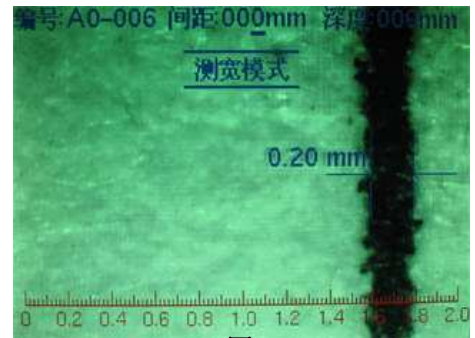

图2
(4) 裂缝捕捉及测量：直接将探头紧靠被测裂缝的两端，即可在液晶显示屏上看到被放大的裂缝，微调探头使裂缝与扫描线垂直交叉，程序将自动捕捉到屏幕中与蓝色扫描基线交叉的裂缝，与裂缝平行的2条蓝色垂线将自动锁定该裂缝2侧的边缘，程序将自动计算并实时显示裂缝的宽度数值（如屏幕中有多条裂缝与蓝色扫描基线交叉，则程序将优先读取靠近屏幕中心的裂缝）。顺裂缝发展方向移动探头，扫描线将实时显示所扫描到的裂缝宽度（如图2）。
(5) 保存：首先通过上下左右按键选择所需的编号，在测量状态按下主机上或探头上的“保存”键，指示灯闪亮表示拍照成功。照片将按设置的编号值命名存储到主机中，同时裂缝编号值自动加1；用户可在主机上浏览所储存的照片或通过随机附带的U S B线下载照片到电脑上。
(6) 浏览存储的照片：通过左右箭头按键选择“图片查看”图标，按“进入”键。所有储存的照片将以缩略图显示，通过上下左右箭头浏览所储存的照片，按“进入”键可放大单张照片到全屏幕显示。按“退出”键回到主界面。
(7) 数据传输：在开机的情况下将主机和电脑通过随机提供的USB线连接。电脑上会自动显示所有存储的照片（按测试编号命名），下载所需照片或对照片进行浏览、编辑、删除。
(8) 仪器校验：该仪器出厂前已经标定好，同时主机带有经过计量认证部门检验过的标准刻度板一块，上面刻有标准宽度为0.01、0.02、0.10、1.00和2.00mm的刻度线。将探头放在不同宽度的刻度线上，屏幕上自动显示相应的刻度线宽度。当误差小于 $\pm 0.01\text{mm}$ 时，仪器方可正常使用。（误差超过 $\pm 0.01\text{mm}$ 时，请将仪器送回厂家重新校验）。